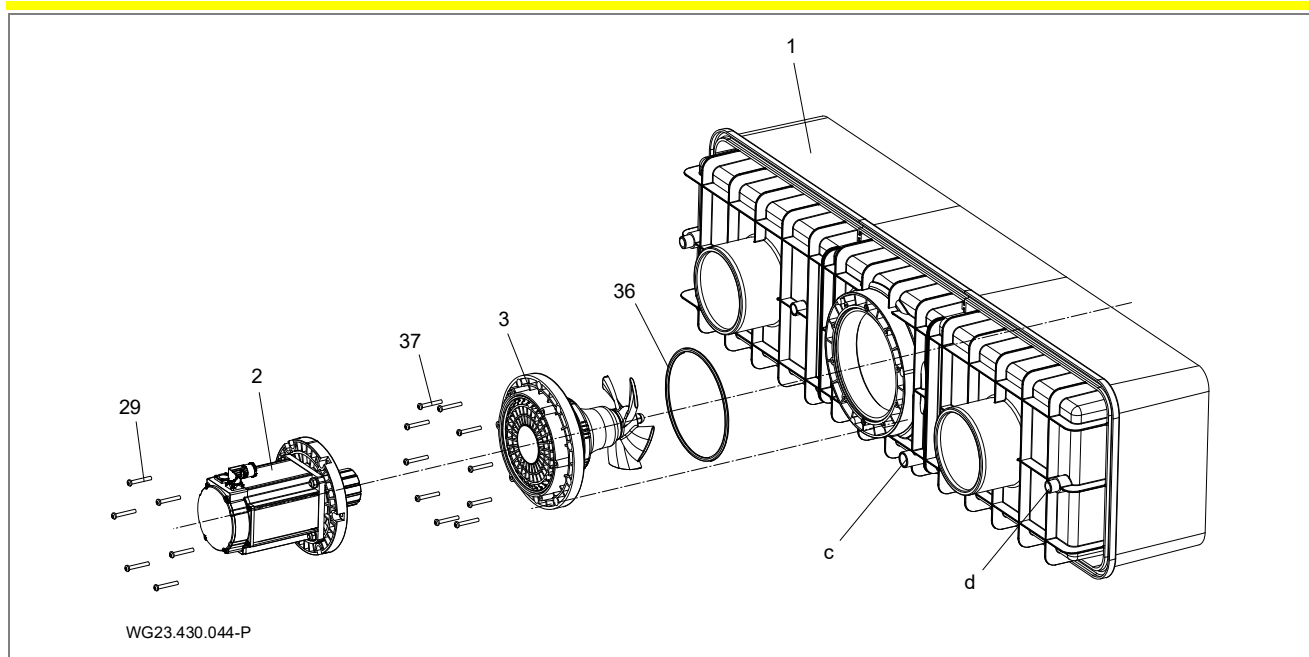

Fig. 16
1. Smør tilslutningsstuds (d, se "Fig. 16" på side 22) på plasthus (1) og tilslutningsbøsningen på kabelbeskyttelsesslangen (12) med PVC-U/ABS-rems.